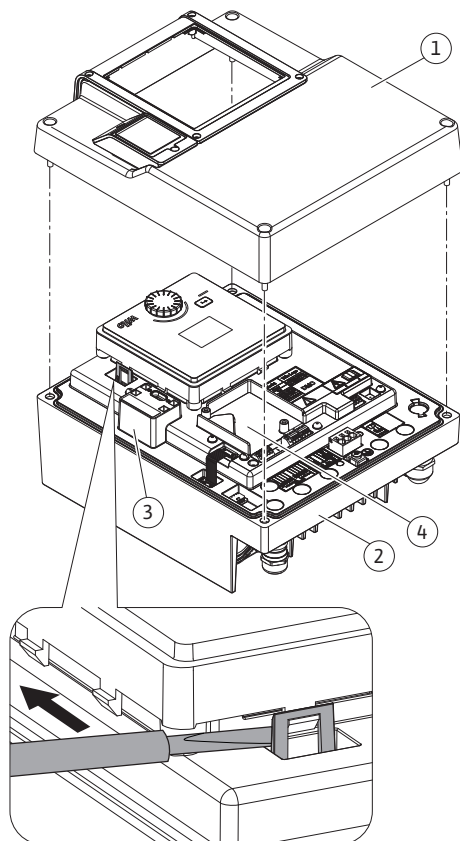

Fig. 26: Elektronicamodule
CIF-modules (toebereiden) zijn bestemd voor de communicatie tussen pompen en gebouwbeheersystemen. CIF-modules worden in de elektronicamodule geplaatst (Fig. 26, pos. 4).